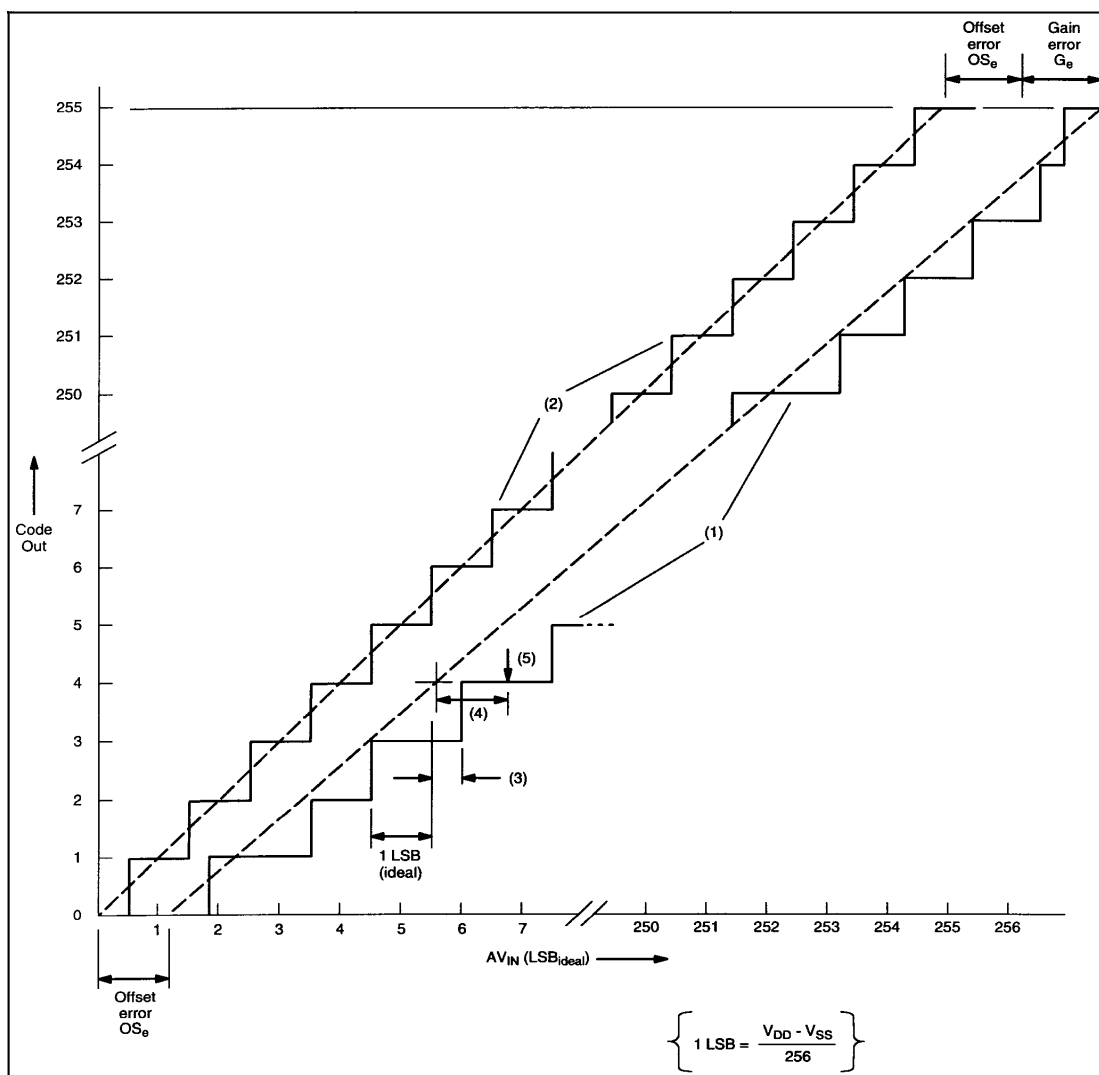

图 40 A/D 转换特性
3. 微分非线性(DLe)是指实际的阶宽和理想的阶宽之间的差。见图 40。
4. 积分非线性(ILe)是指在调整了增益和偏移误差之后实际台阶的中心与理想的转换曲线的峰值差。见图 40。
5. 偏移误差(0Se)是指符合实际转换曲线的直线(在除去增益误差后)与符合理想转换曲线的直线之间的绝对差。见图 40。
6. 增益误差(Ge)是指符合实际转换曲线的直线(在除去偏移误差后)与符合理想转换曲线的直线之间的相对差。见图 40。